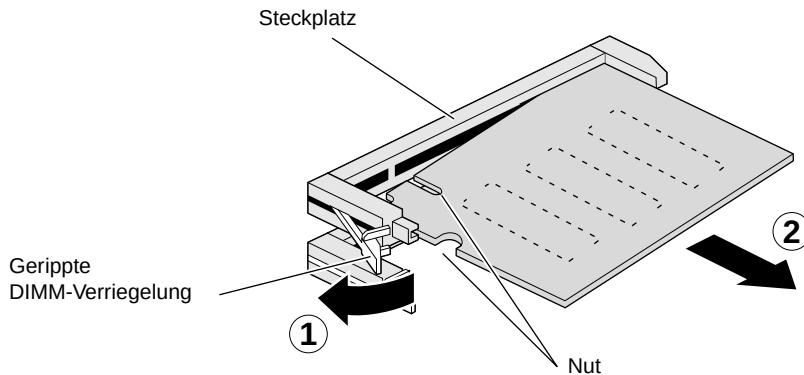

Abbildung 3-8 Deinstallieren eines DIMM-Moduls
8. Drücken Sie zum Entfernen eines DIMM-Moduls auf die gerippte DIMM-Verriegelung an der linken Steckplatzseite. Mit der Unterseite der Verriegelung wird eine Seite des DIMM-Moduls aus dem Steckplatz herausgedrückt. Siehe Abbildung 3-8.